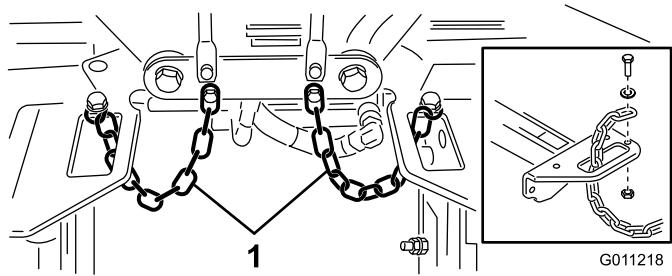

Figure 22
4. Passez une chaîne de basculement dans la fente à l'extrémité de chaque bâti porteur. Fixez la chaîne de basculement sur le haut du bâti porteur à l'aide d'un boulon, d'une rondelle et d'un contre-écrou (Figure 22).